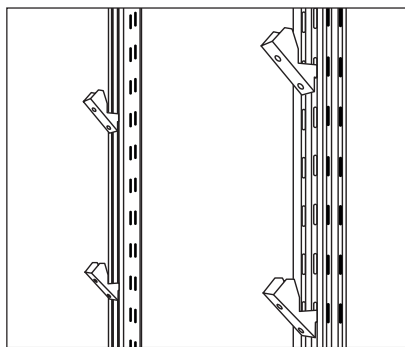

Рис. 8. Установка кронштейнов
2. Определитесь с уровнем расположения полок. Максимальное расстояние между полками — не более 800 мм. Максимальное расстояние от пола до нижней полки — не более 200 мм, при креплении стеллажа к полу с помощью подпятника — не более 700 мм. Установите на всех спаренных стойках кронштейны для полок на одном уровне (рис. 8).